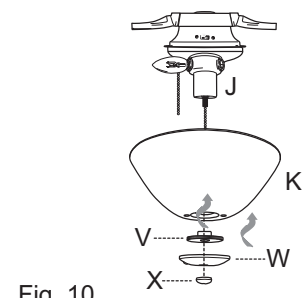

Fig. 10
10. Alinee el agujero de en medio de la pantalla de vidrio (K) con la varilla roscada en el conector para el juego de luz (J), dejando que la otra cadena de encendido pase por el agujero al lado, y empuje delicadamente hacia arriba en la pantalla de vidrio (K) hasta que pase la varilla roscada por el agujero. Atornille el tornillo para la pantalla (V) en la varilla roscada hasta que la parte alta de en medio del tornillo para la pantalla (V) se ajuste perfectamente en el agujero en la pantalla de vidrio (K). Alinee las cadenas de encendido con los agujeros correspondientes en la placa para la pantalla (W), y luego empuje hacia arriba en la placa para la pantalla (W) dejando que la varilla roscada pase por el agujero de en medio de la placa para la pantalla (W). Pase la cadena de en medio por el agujero en el adorno con rosca (X). Apriete el adorno con rosca (X) para asegurar la pantalla de vidrio (K) al conector para el juego de luz (J). [Fig. 10]